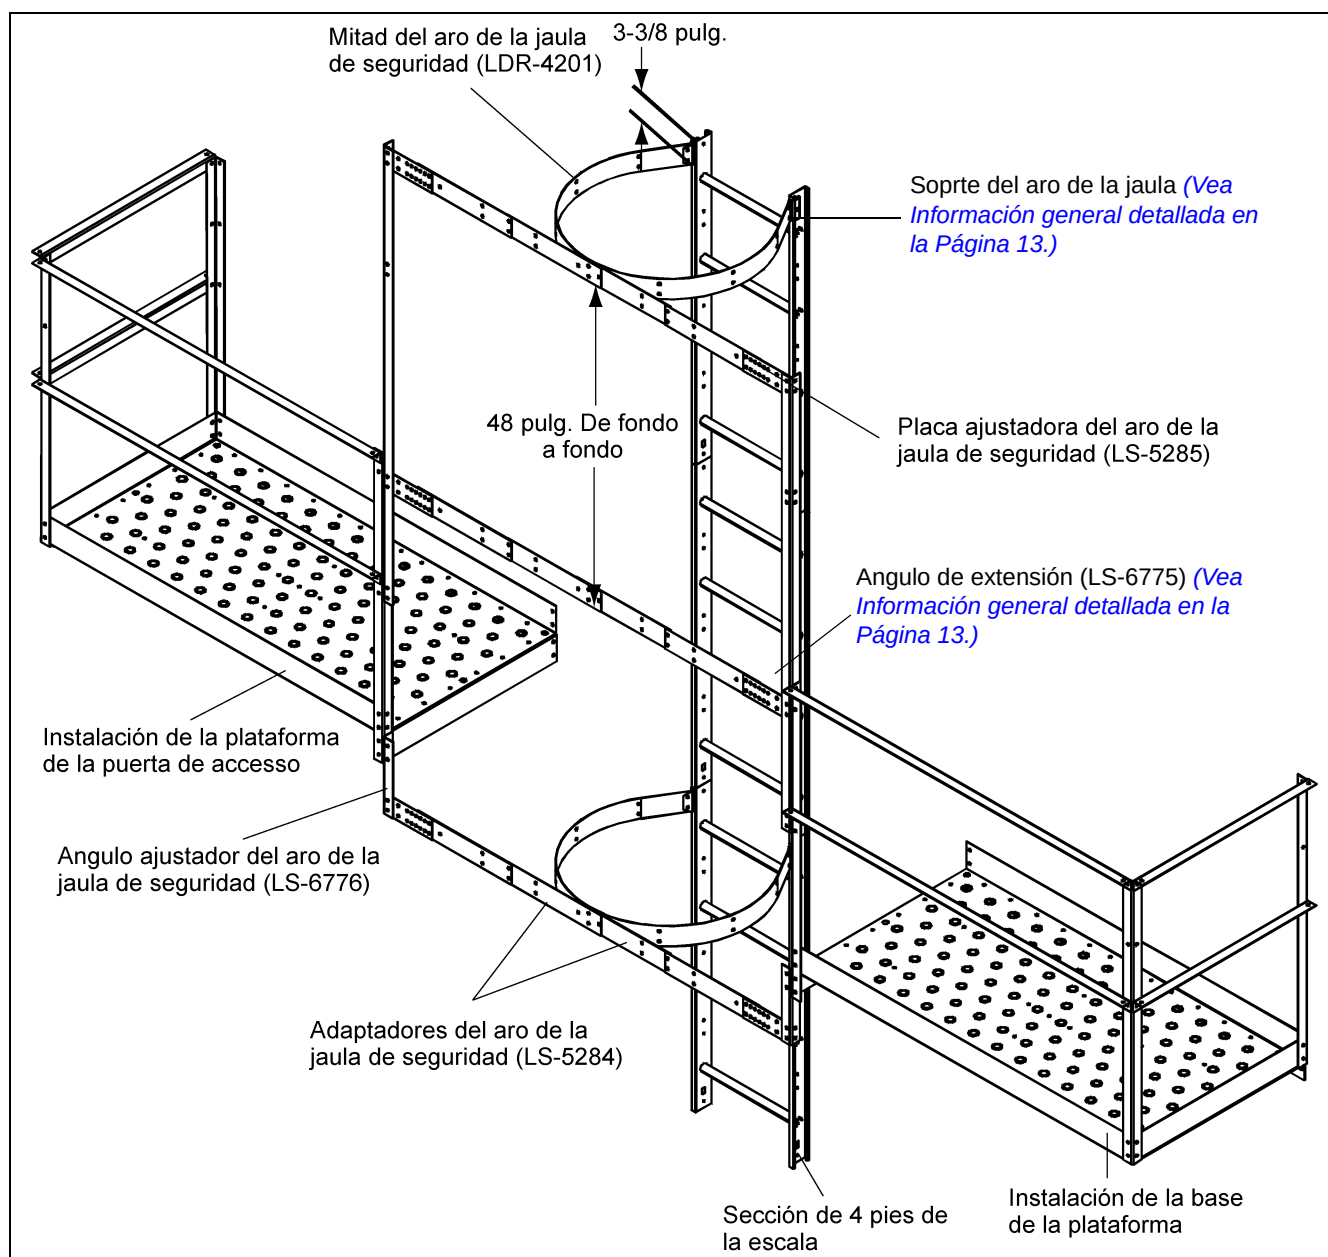

Figura 8Y
Antes de conectar cualquier pieza a la escala o plataforma, se necesita de una pre-instalación primero. Conecte los soportes de la jaula de seguridad a la sección de la escala. (Vea Información general detallada en la Página 13 para instrucciones para una instalación adecuada.) Emperne las placas ajustadoras del aro de la jaula de seguridad al ángulo de extensión como se muestra en la Figura 8Y. Para la instalación del aro del medio, emperne los adaptadores del aro de la jaula de seguridad con la mitad del aro de la jaula de seguridad, usando los orificios correctos, de acuerdo con el diámetro del silo. (Vea Página 90.) Asegúrese de usar el perno de 5/16 pulg. x 1 pulg. con su cabeza hacia el interior de la jaula de seguridad. Emperne esta coexión al soporte de la jaula de seguridad y placa ajustadora del aro, vaya apretando los pernos mientras se va avanzando. Utilice el ángulo ajustador del aro de la jaula de seguridad para asegurar o afirmar las dos (2) conexiones de las mitades del aro al ángulo vertical de la entrada en la instalación de la plataforma. Para finalizar con la instalación asegure la instalación del aro del fondo al ángulo vertical de la entrada en la instalación de la plataforma.